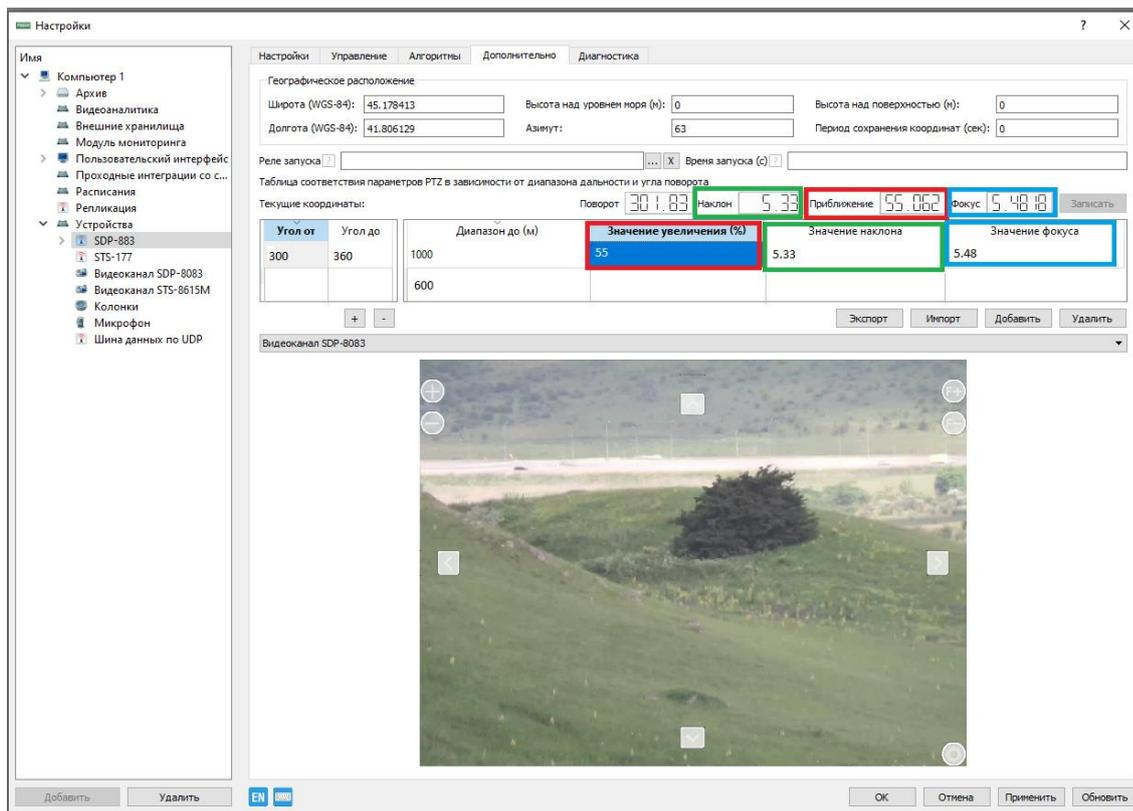

Рисунок 28
2.3.8.12 Для автоматического наведения видеокамеры на нужный объект необходимо перенести значения «Наклон», «Приближение» и «Фокус» в строки нужного нам сектора (Рисунок 28).